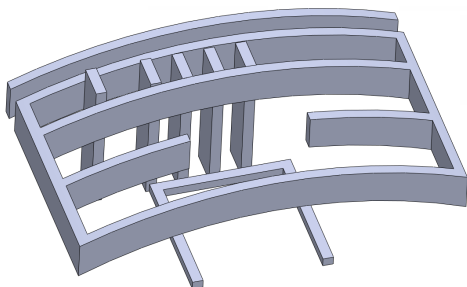

图 8-41 打开素材模型
(1) 单击常用工具栏中的【打开】按钮，打开一幅素材模型，如图 8-41 所示。